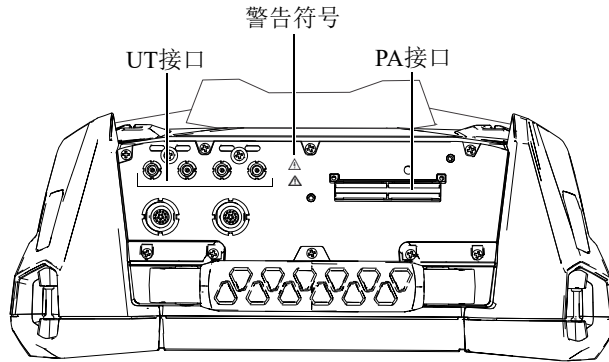

图 5-1 采集接口
- 切勿触碰LEMO接口的内导体, 以免遭受电击。UT接口内导体的电压可高达350 V, PA接口内导体的电压可高达120 V。LEMO接口旁的警告符号提醒用户注意电击的危险 (参见第62页的图 5-1)。